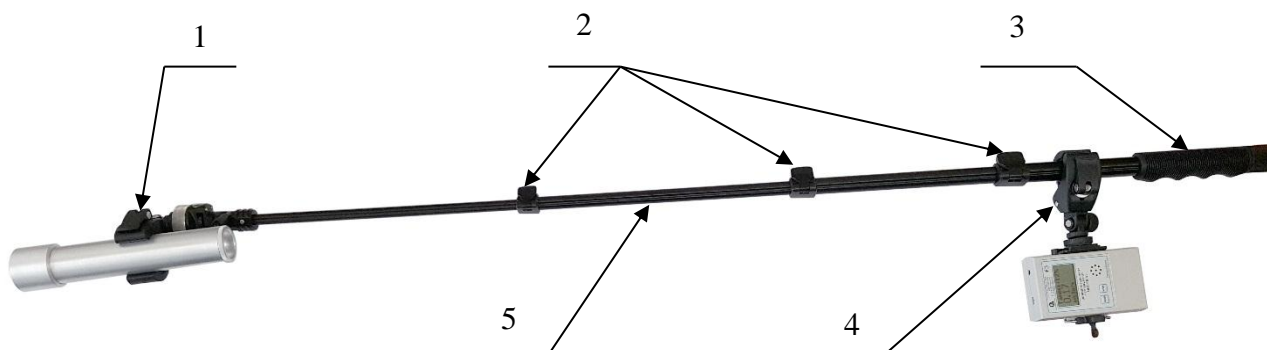

Рис. 3. Общий вид прибора в сборе со штангой и МКС-02СА1
Общий вид прибора в сборе со штангой и МКС-02СА1 приведён на Рис. 3.
2.2.1.1 Зафиксируйте прибор в фиксаторе 1 (Рис. 3).
2.2.1.2 Зафиксируйте МКС-02СА1 в фиксаторе 4 (Рис. 3.).
2.2.1.3 С помощью цанговых фиксаторов 2 (Рис. 3) установите нужную длину штанги.
2.2.1.4 Фиксаторами 1 и 4 (Рис. 3) установите требуемый угол наклона прибора и МКС-02СА1 в двух плоскостях (Рис. 4-5).